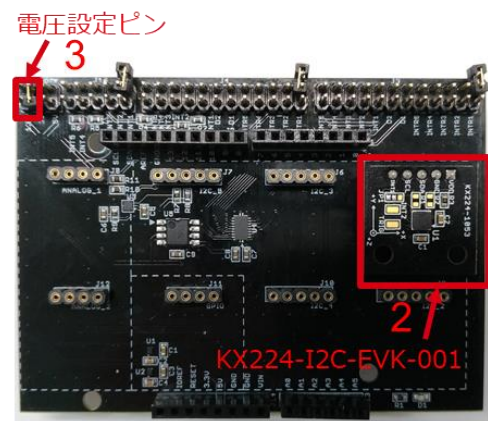

Figure 2. KX224-I2C-EVK-001 と SensorShield の接続
2. SensorShield の I2C エリアに KX224-I2C-EVK-001 を接続 (Figure 2)
3. SensorShield の電圧設定を 1.8V もしくは 3.0V に設定 (Figure 2)